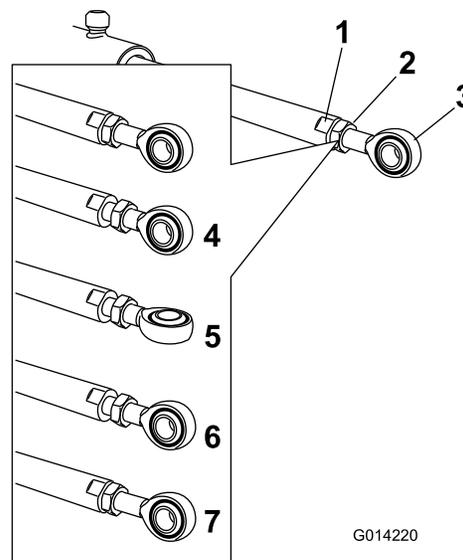

Figura 14
5. Utilizzate una chiave sui lati piatti dell'asta dell'attuatore per fermarla e allentate quindi il controdado per per manipolare l'asta dell'occhiello (Figura 14).
6. Girate l'asta dell'occhiello nell'asta dell'attuatore per accorciare o allungare l'attuatore esteso nella posizione desiderata (Figura 14).